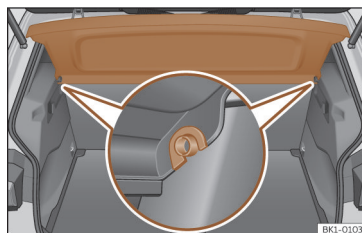

Abb. 162 Im Gepäckraum: Gepäckraumabdeckung aus- und einbauen.
- Ziehen Sie die Gepäckraumabdeckung nach oben aus den seitlichen Halterungen >>> (Abb. 162) heraus.
- Führen Sie die Gepäckraumabdeckung horizontal ein, so dass das „Hufeisen“ über der Aufnahmeachse >>> (Abb. 162) liegt, und drücken Sie die Abdeckung nach unten, bis sie einrastet.